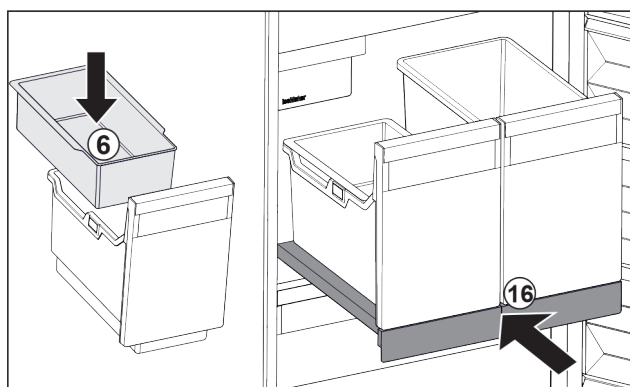

Fig. 146
- ▶ Helyezze be a jégkockák beakasztható tálcáját *Fig. 146 (6)*.
- ▶ Tolja be a kihúzható rácsot a tárolóval (IceTower) együtt. *Fig. 146 (16)*